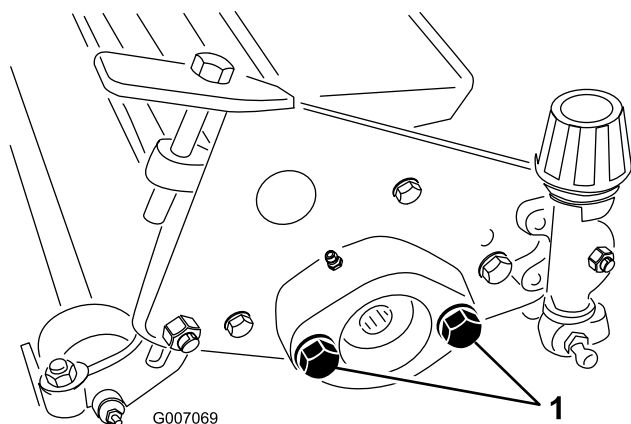

Figura 8
- Ajuste los tornillos del motor del cilindro de forma que quede aproximadamente 1/2 pulgada de rosca a la vista en cada tornillo (Figura 8).